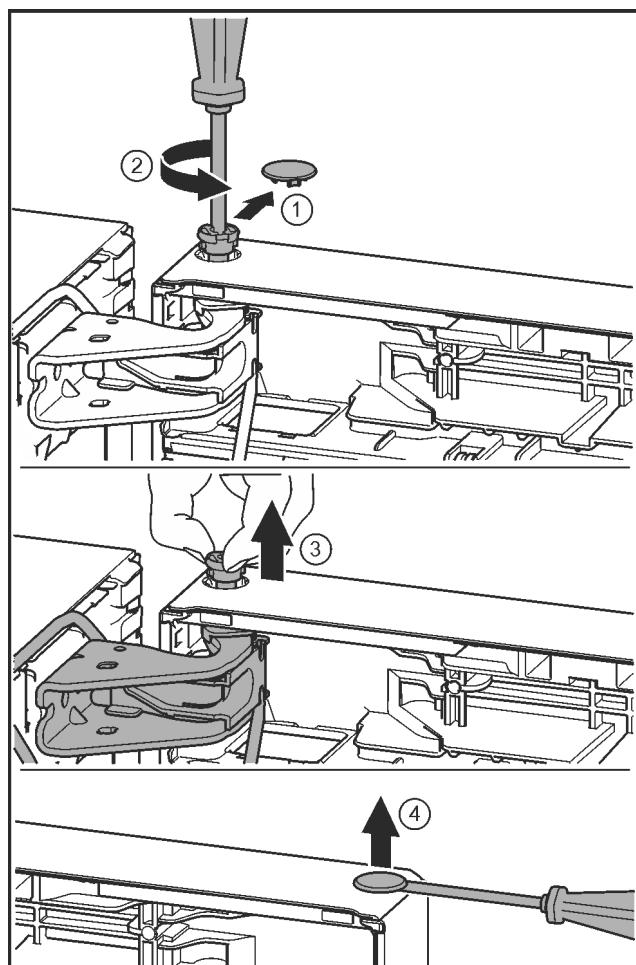

Fig. 20
- Притисніть накладку. Fig. 20 (1)
- Витягніть тримач кабелю із зафікованим в ньому кабелем. Fig. 20 (2)